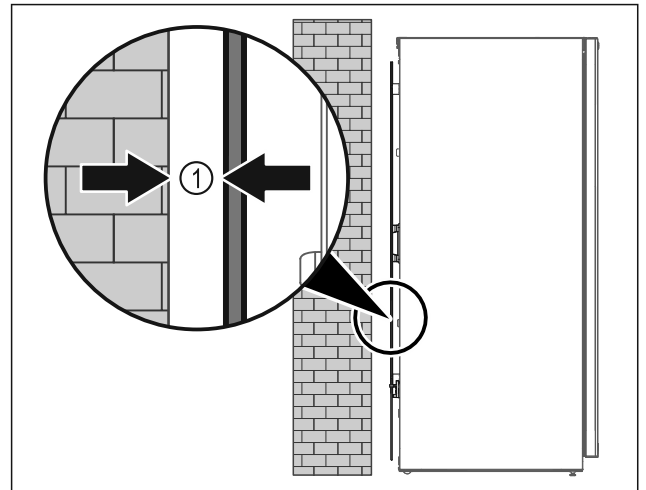

Fig. 9
- Pystytä laite joko huonetilaan vapaasti seisomaan tai suoraan seinän viereen noudattaen 5 mm Fig. 9 (1) vähimmäisetäisyyttä.